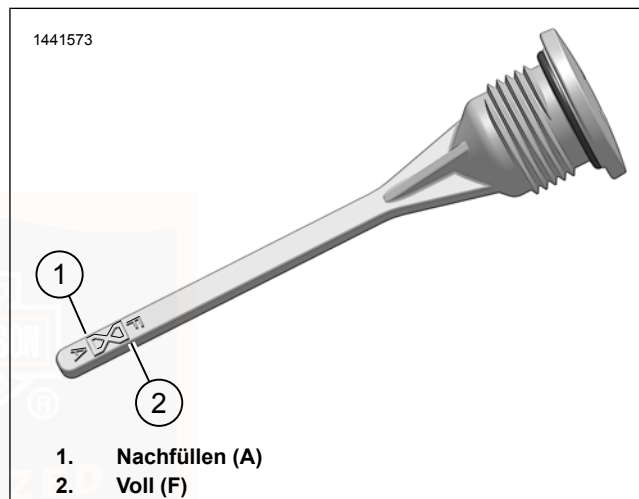

Abbildung 66. Getriebeschmiermittelstand
4. Siehe Abbildung 66. Einfüllverschlussstopfen/Ölmessstab entfernen. Den Schmiermittelstand auf dem Ölmessstab prüfen. Der richtige Ölstand liegt zwischen den Markierungen Add (A) (1) und Full (F) (2).
1. Siehe Abbildung 66. Den Getriebeeinfüllverschlussstopfen/Ölmessstab entfernen.
6. Den Schmiermittelstand prüfen. Ausreichend Schmiermittel zugeben, bis der Füllstand zwischen den Markierungen A (Hinzufügen) und F (Voll) liegt. Siehe Abbildung 66.